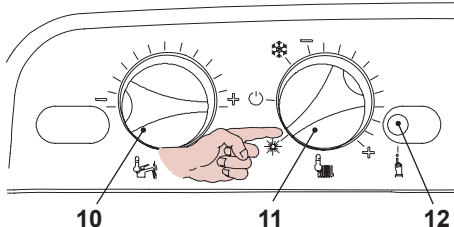

Рисунок 9.14
- Установите регуляторы панели управления так, как показано на рисунке (см. Рисунок 9.14).
- Чтобы получить доступ к функции «трубочист», войдите в режим программирования, нажав и удерживая в течение 15 с кнопку сброса 12, см. Рисунок 9.14 до появления параметра **P01** на ЖК-дисплее. На ЖК-дисплее последовательно отобразятся следующие символы (параметр **P01** будет загораться поочередно с --- --).
- Нажмите кнопку сброса 12, см. Рисунок 9.14 и пролистайте параметры, пока не дойдете до параметра **P09**, предназначенного для настройки функции «трубочист». На ЖК-дисплее последовательно отобразятся следующие символы (параметр **P09** будет загораться поочередно с 00).